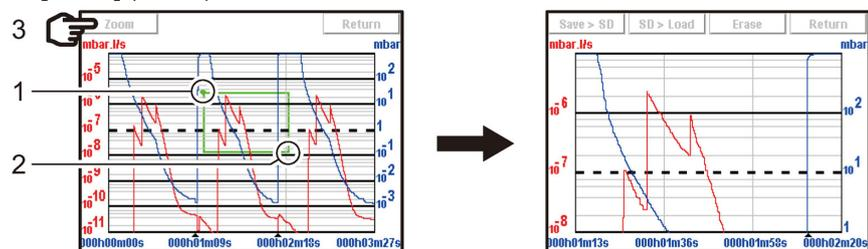

図 13： 拡大する領域の選択と表示
- 拡大する領域を設定します(1 を参照、次に図 13 の 2 を参照)。